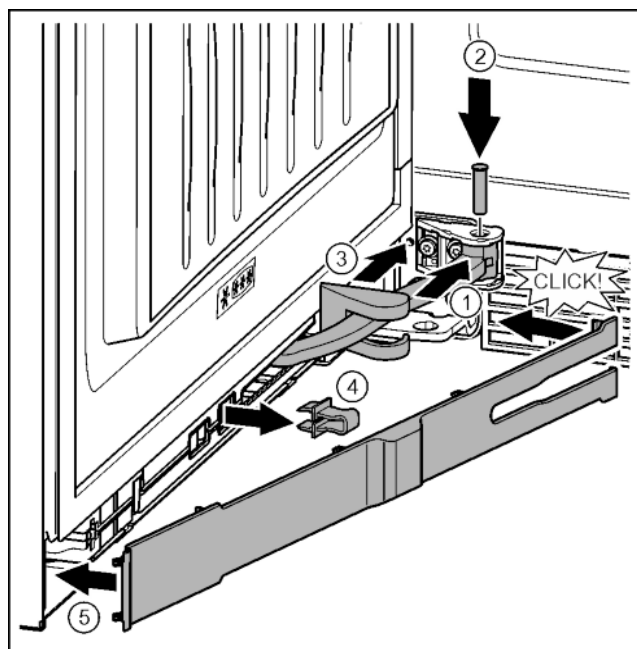

Fig. 38
- ▶ Повернуть шарнир в навеске. Fig. 38 (1)
- ▶ С помощью отвертки T15 вставить палец в навеску и шарнир. При этом следить за тем, чтобы выступ фиксатора занимал правильное положение в пазу. Fig. 38 (2)
- ▶ Переместить крышку опорного кронштейна вдоль шарнира и установить над навеской. Fig. 38 (3)
- ▶ Снять предохранитель. Fig. 38 (4)
- ▶ Установить накладку со стороны ручки и повернуть. Fig. 38 (5)